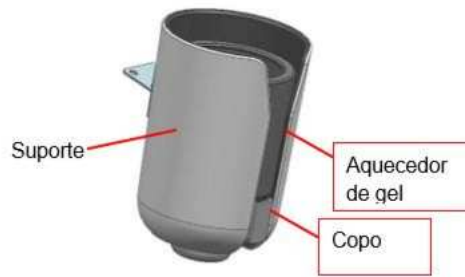

Fig.4-11 Aquecedor de gel e suporte
- 2) Coloque o copo e o aquecedor de gel no suporte de aquecedor de gel, como mostrado na Fig.4-11.